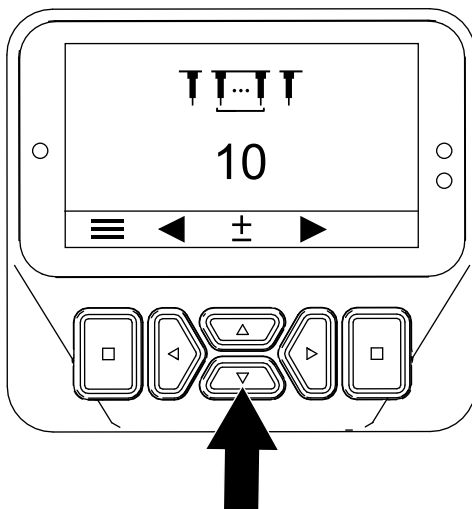

Figura 58
3. Pulse el botón derecho hasta que se muestre la pantalla Setting the Tine Quantity (Ajuste de la cantidad de taladros) (Figura 58).
4. Ajuste la cantidad de los taladros con los botones arriba y abajo (Figura 58) del siguiente modo: